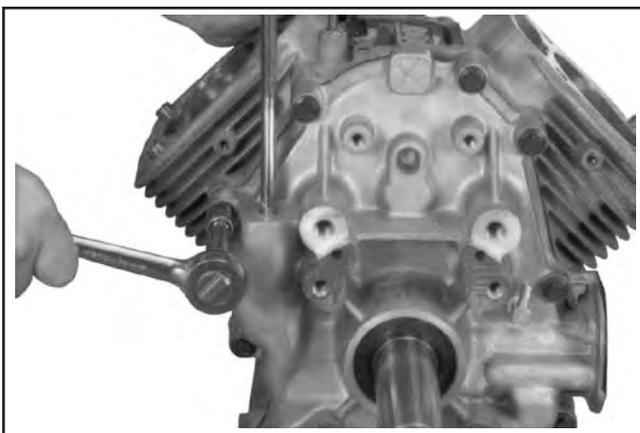

Abbildung 9-66. Entfernung der zehn Anschlüsse Verschlussplatte.
1. Die zehn geflanschten Sechskantschrauben, die die Verschlussplatte am Kurbelgehäuse fixieren, entfernen. Siehe Abbildung 9-66.